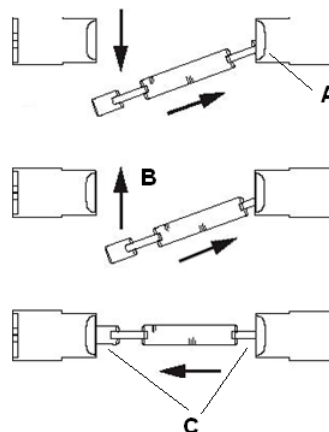

Abbildung 5.1b
4. Setzen Sie eine neue Lampe (230 V – 500 W) ein. Drücken Sie erst eine Seite der Lampe in die Fassung (A). Drücken Sie die Lampe in die korrekte Position (B). Durch den Federdruck wird mit dem anderen Anschlusspunkt Kontakt hergestellt (siehe Abbildung 5.1b).
5. Sorgen Sie dafür, dass die Lampe zwischen den zwei Anschlusspunkten (C) auch richtig eingeklemmt ist. Ist dies nicht der Fall, dann bewegen Sie die Lampe in ihre Längsrichtung, bis sie in den Anschlusspunkten einklickt (siehe Abbildung 5.1b).